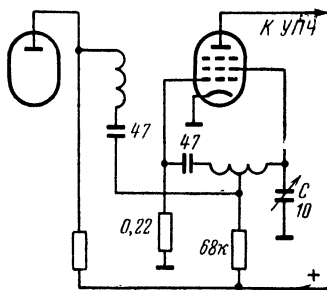

Рис. 68. Схема пентодного гетеродина-смесителя. Конденсатор переменной емкости  $C$  служит для симметрирования контура гетеродина.
**Н.** — А в случае пентодного гетеродина-смесителя (рис. 68)?